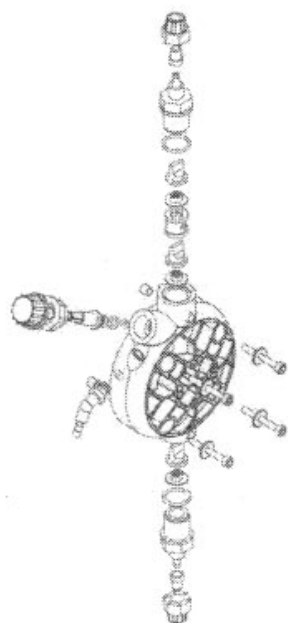

Рис.11
3. Слейте из головки насоса остатки дозируемой жидкости. Это можно сделать, отсоединив насос от системы и установив его вверх ногами на 15-30 секунд (когда насос отсоединен от линии). Если невозможно выполнить эту операцию, то можно снять, а затем снова установить на место головку насоса, которая крепится с помощью 4 винтов (рис. 11).
- концентрации добавки в трубопроводах; уменьшение этой концентрации может быть вызвано износом клапанов, в этом случае клапана следует заменить (рис. 11), или может быть вызвано забиванием фильтра, который следует очистить, как описано ниже в пункте 3.
Для того чтобы слить из насоса воду, нужно отсоединить насос от контура, перевернуть его вверх ногами и подержать в этом положении 15-30 секунд. Если эту операцию выполнить невозможно, снимите с насоса головку (рис. 11), отвернув для этого четыре винта, а затем снова установите ее на место.